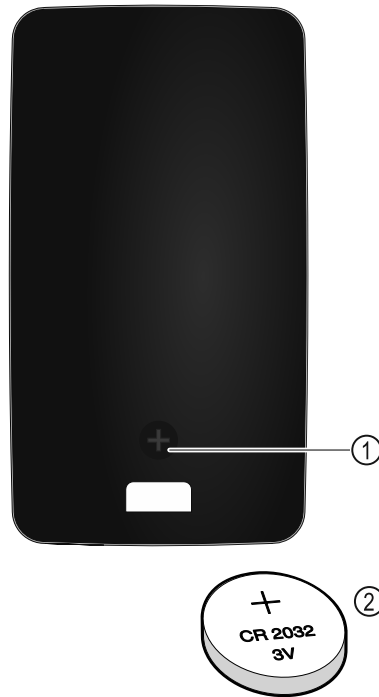

Fig. 151
Электропитание пульта дистанционного управления осуществляется через аккумуляторную батарею типа CR 2032 с 3В Fig. 151 (2), которую можно приобрести в специализированных магазинах.
- ▶ Выкрутите винт Fig. 151 (1) на обратной стороне пульта дистанционного управления.